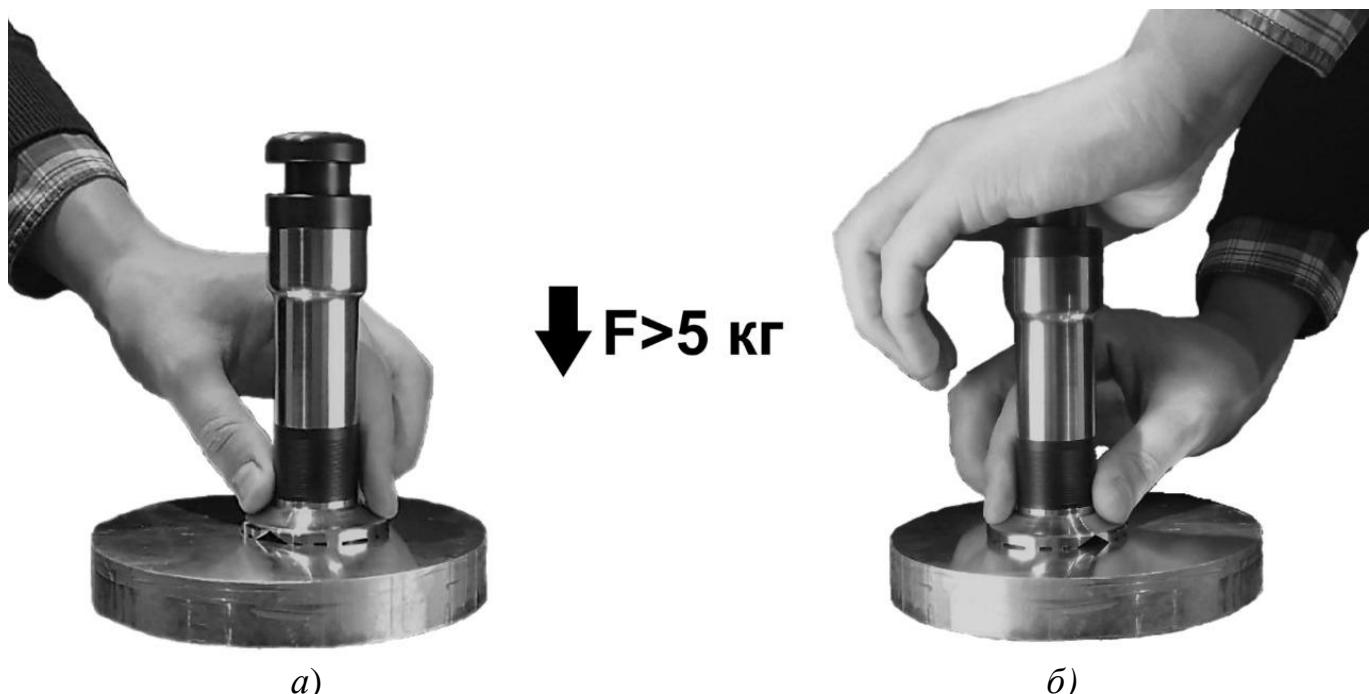

Рисунок 14. Установка (*а*) и проведение измерений (*б*) преобразователем SPR
4.4.1 Установить преобразователь на поверхность объекта измерения, и прижать его одной рукой в районе упорной юбки как показано на рисунке 14, *a*. Нажимая на верхнюю часть преобразователя центром ладони второй руки вдоль оси преобразователя с усилием более 5 кг. плавно (примерно за 0,5 секунды) вдавить индентор в поверхность объекта измерения до упора и удерживать, не допуская покачивания (рисунок 14, *б*).